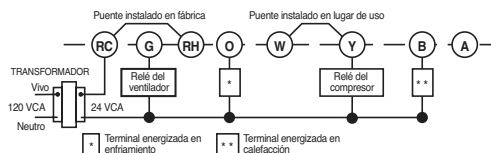

Figura 4. Conexión típica para sistemas de bomba de calor de un solo transformador y una sola etapa
- Sistemas de calor eléctricos o de bomba de calor de una sola etapa: Estos termostatos están configurados de fábrica para operar un sistema de aire forzado con combustible fósil (gas, aceite, etc.) de calor/frío. Está correctamente configurado para cualquier sistema que NO requiera que el termostato energice el ventilador en una llamada de calor. Si su sistema es un sistema eléctrico o de bomba de calor que REQUIERE que el termostato encienda el ventilador en una llamada de calor, retire el cable de puente amarillo instalado en fábrica de la terminal **Y** y conéctelo a la terminal **A**. Esto permitirá al termostato energizar el ventilador inmediatamente en una llamada de calor. Si no está seguro si el sistema de calefacción requiere que el termostato controle el ventilador, póngase en contacto con un servicio técnico de calefacción y aire acondicionado calificado. En el caso de aplicaciones de bomba de calor de una sola etapa (sin calor auxiliar), instale un cable de puente corto (no incluido) entre las terminales **W** y **Y**. Si el sistema tiene una conexión de válvula inversora energizada en frío, conéctelo a **O**. Si el sistema tiene una conexión de válvula inversora energizada en calor, conéctelo a **B** (vea la figura 4). Este termostato no proporcionará calefacción o enfriamiento multietapa.